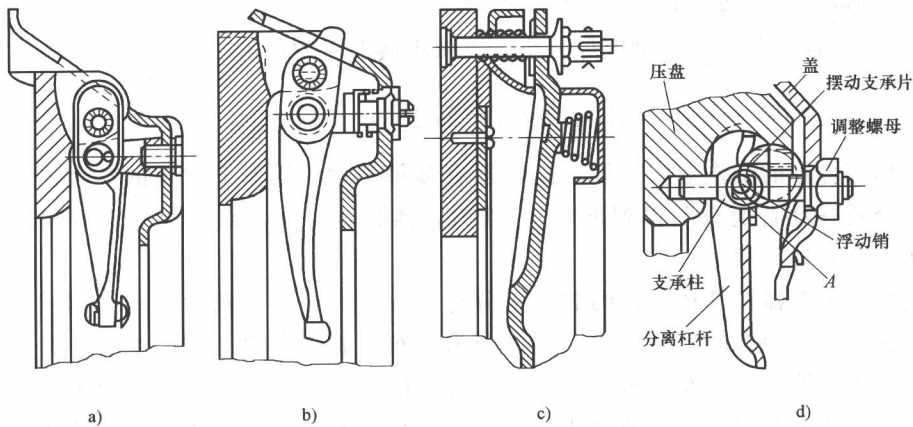

图 1-30 分离杠杆结构
① 分离叉。分离叉与其转轴制成一体, 轴的两端靠衬套支承在离合器壳上。
② 分离杠杆。如图 1-30 所示为周布弹簧离合器中常见的分离杠杆结构示意图。如图 1-30a 所示